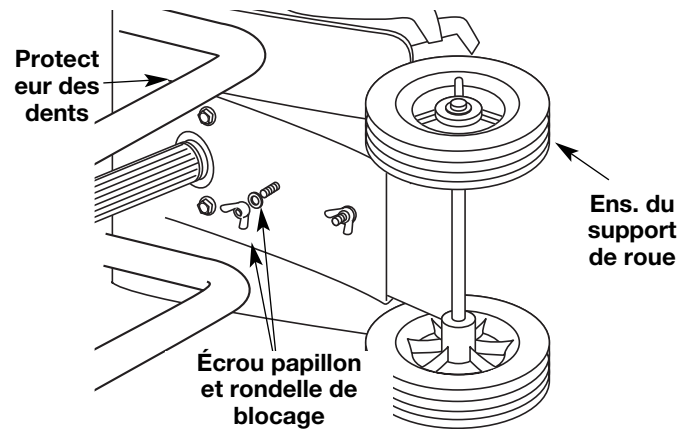

Fig. 3
1. L'appareil étant sur le côté, placez le support de roue sur le dessous du protecteur des dents (Fig. 3).
3. Installez, sur le dessus du protecteur, une rondelle de blocage et un écrou papillon sur chacun des boulons (Fig. 3).